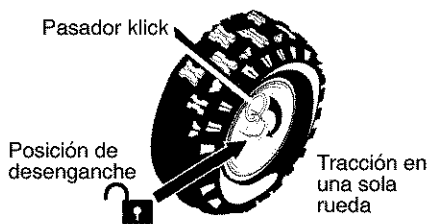

Figura 47
2. Para facilitar la maniobra de la unidad en condiciones de nieve ligera, desconecte el **pasador klik** de la **posición de enganche** de la rueda e introdúzcalo en el agujero para tracción de una rueda (**desenganche solamente el agujero del eje**). Figura 47.